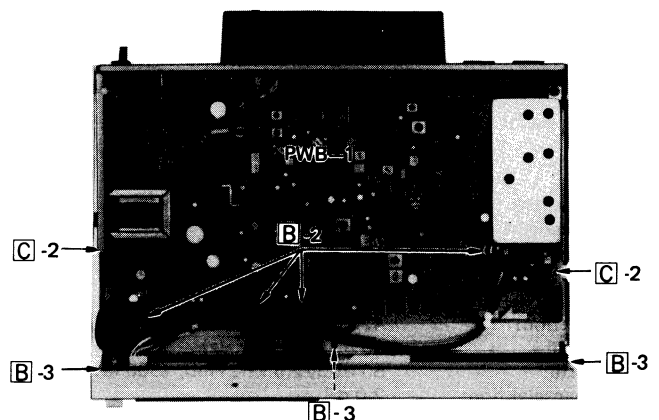
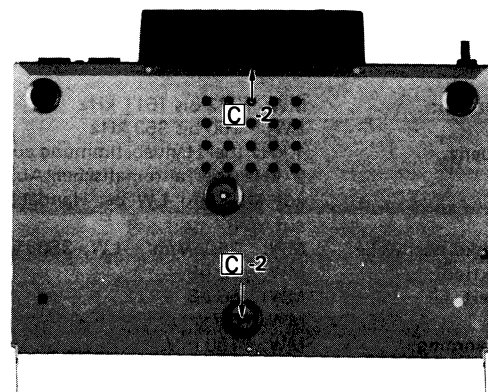

Figure 4-2
Figure 4-3
2. Remove the four sockets which are connected to the main PWB from the indicator PWB shown in Fig. 4-2.
3. Remove the three front panel set-screws shown in Fig. 4-2 (one each at the right and left sides and the rest at the bottom) and then the front panel.
2. Remove the main PWB set-screw shown in Fig. 4-2, the bottom plate set-screw shown in Fig. 4-3, and the one PWB holders, then remove the bottom plate.
2. Die vier Steckverbindungsbuschen der Anzeigeleiterplatte, die mit der Hauptleiterplatte verbunden sind, entsprechend herausziehen. Siehe Abbildung 4-2.
2. Die Befestigungsschraube der Hauptleiterplatte (Abbildung 4-2), die Befestigungsschraube der Bodenplatte (Abbildung 4-3) und die beiden Leiterplattenhalter entfernen, wonach die Bodenplatte herausgenommen werden kann.
2. Déposer les quatre douilles qui sont branchées à la PMI principale de la PMI du témoin comme le montre la Fig. 4-2
3. Déposer les trois vis de positionnement du panneau avant comme le montre la Fig. 4-2 (une de chaque côté droit et gauche et une en bas) et déposer le panneau avant.
2. Déposer la vis de positionnement de la PMI principale comme le montre la Fig. 4-2, la vis de positionnement de la plaque de base que montre la Fig. 4-3, et les deux supports de PMI, puis déposer la plaque de base.